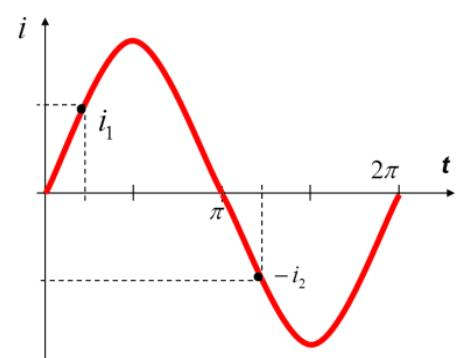

рис.4
- Мгновенные значения тока i , напряжения u , эдс e (рис.4) – значения этих величин в любой момент времени. Изменяются по синусоидальному закону: